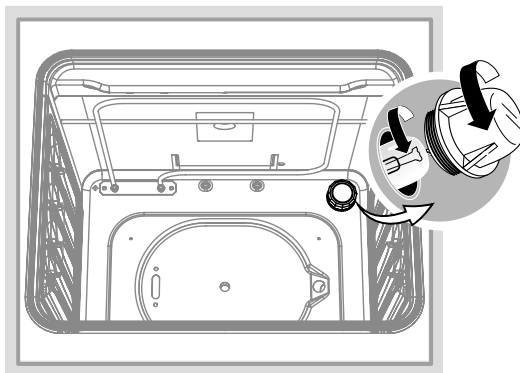

Рис. 14
- Открутите стеклянный плафон (рис. 14).